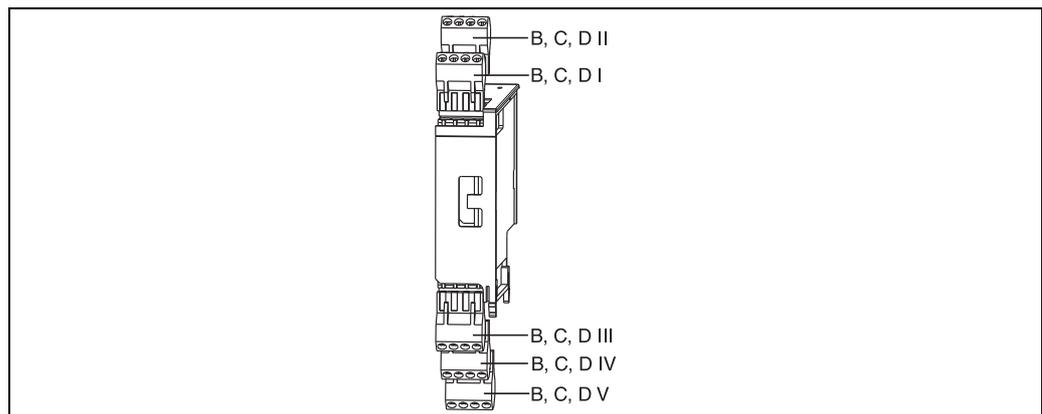

Fig. 12: Tarjeta de expansión con terminales
- Pos. 4: conexión de un sensor activo, p. ej. tarjeta da ampliación Universal opcional en slot B (slot B I, → Fig. 12)
- Pos. 4: conexión de un sensor pasivo, p. ej. tarjeta da ampliación Universal opcional en slot B (slot B I, → Fig. 12)